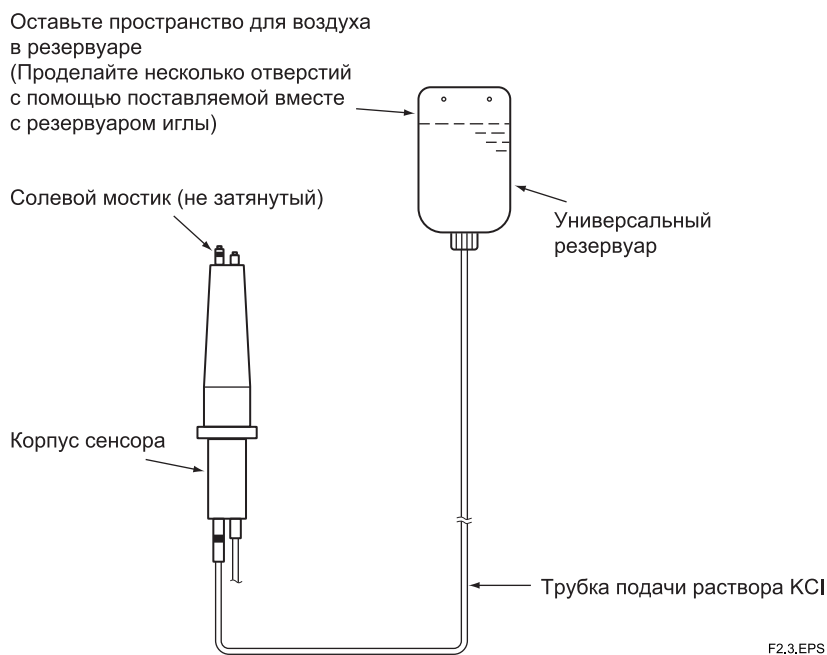

Рисунок 2.3. Подача раствора КС1 в корпус сенсора
- (1) Правильно подключите кабель сенсора к соответствующему устройству, сверяясь с Разделом 2.3, представленным далее.
- (2) Установите солевой мостик в корпус сенсора. Снимите покрытие, закрывающее монтажное отверстие солевого мостика в корпусе сенсора. Аккуратно винтите солевой мостик в отверстие на два-три оборота.
- (3) Если это указано в заказе, то с сенсором РН8ЕFP поставляется резервуар, содержащий 250 мл раствора КС1, и крепежные средства. Присоедините крепежные средства к трубке (номинального диаметра 50 мм). Подсоедините резервуар к трубке датчика для подачи раствора КС1. Снимите с резервуара крышку и надежно винтите соединитель трубки в резервуар.
- (4) Подайте раствор КС1 в сенсор (см. Рис. 2.3). Вначале нужно установить резервуар на крепежной арматуре так, чтобы соединительная трубка была направлена вниз. С помощью поставляемой вместе с резервуаром иглы сделайте наверху резервуара несколько отверстий (см. Рис. 2.3). Установите сенсор в перевернутом положении ниже резервуара, как показано на Рис. 2.3, чтобы обеспечить перетекание раствора КС1 из резервуара в сенсор. После заполнения сенсора раствором КС1 и его вытекания из крепежного отверстия солевого мостика, плотно вкрутите солевой мостик в монтажное отверстие.
- (2) Правильно подключите кабель сенсора к сопряженному устройству, сверяясь с Разделом 2.3.
- (3) Установите солевой мостик в корпус сенсора. Снимите покрытие, закрывающее монтажное отверстие солевого мостика в корпусе сенсора. Аккуратно ввинтите солевой мостик в отверстие на два-три оборота.
- (4) Если это указано в заказе, то с сенсором РН8ЕFP поставляется резервуар, содержащий 250 мл раствора КСI и крепежные средства. Присоедините крепежные средства к трубе (номинального диаметра 50 мм). Подсоедините резервуар к трубке датчика для подачи раствора КСI. Снимите с резервуара крышку и надежно ввинтите соединитель трубки в резервуар.
- (5) Подайте раствор КСI в сенсор (см. Рис. 2.3). Вначале нужно установить резервуар на крепежной арматуре так, чтобы соединительная трубка была направлена вниз. С помощью поставляемой вместе с резервуаром иглы сделайте наверху резервуара несколько отверстий (см. Рис. 2.3). Установите сенсор в перевернутом положении ниже резервуара, как показано на Рис. 2.3, чтобы обеспечить течение раствора КСI из резервуара в сенсор. После заполнения сенсора раствором КСI и его вытекания из монтажного отверстия солевого мостика, плотно вкрутите солевой мостик в монтажное отверстие.
- (6) Прикрутите протектор, чтобы закрепить сенсор в держателе. Для этого снимите защитный колпачок и закрепите протектор таким образом, чтобы фланец сенсора плотно прижимал уплотнительное кольцо.
Вначале нужно установить резервуар на крепежной арматуре так, чтобы соединительная трубка была направлена вниз. С помощью поставляемой вместе с резервуаром иглы сделайте наверху резервуара несколько отверстий (см. Рис. 2.3). Установите сенсор в перевернутом положении ниже резервуара, как показано на Рис. 2.3, чтобы обеспечить течение раствора КС1 из резервуара в сенсор. После заполнения сенсора раствором КС1 и его вытекания из крепежного отверстия солевого мостика, плотно вкрутите солевой мостик в монтажное отверстие.
Вначале заполните резервуар раствором КС1 *. Ослабьте гайку сверху резервуара и снимите крышку — датчик давления установлен — и налейте в резервуар примерно 250 мл раствора КС1. Установите сенсор в перевернутом положении ниже резервуара, как показано на Рис. 2.3, чтобы обеспечить течение раствора КС1 из резервуара в сенсор. После заполнения сенсора раствором КС1 и его вытекания из крепежного отверстия солевого мостика, плотно вкрутите солевой мостик в монтажное отверстие. Поставьте на место крышку резервуара и затяните гайку.